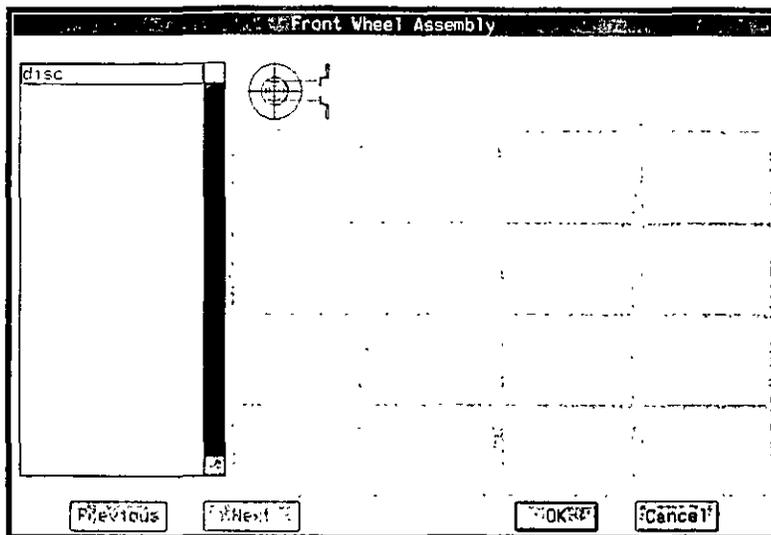

Figura 8-6. Menú de iconos Front Wheel Assembly
7. Elija el nuevo menú desplegable Wheel Assembly. Si el archivo *tutor.mnu* está correctamente modificado, el menú de iconos de Wheel Assembly tendrá el aspecto de la Figura 8-6.